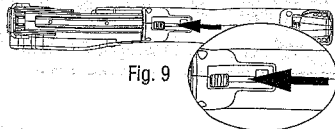

Fig. 9
• Alors que le bouton de changement de lame est enfoncé, glissez le bouton de sortie de lame vers l'avant jusqu'au bout de la fente. Voyez la fig. 9.